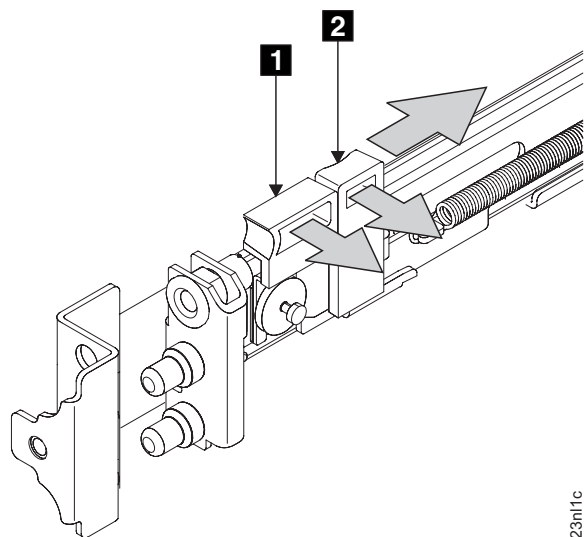

図 61. 前部ラッチ・ロック・キャリア・アセンブリーを開く
3. ラッチ・レバー **1** をレールの終端の方向に動かしながら、ラッチ・ロック **2** をレールから離れる方向に静かに押します (97 ページの図 61 を参照)。ラッチ・ロック・キャリア・アセンブリーが、ばねの強度でスライドします。